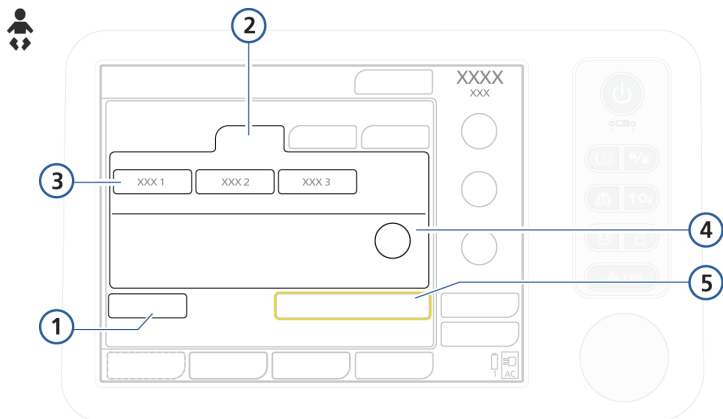

Рисунок 4-3. Окно «Настройка данных пациента»/«Режим Ожидания» («Младенец»)
- «Младенец». Группа, к которой относятся младенцы (рис. 4-3). Таблица 4-1 содержит диапазоны возраста и веса.